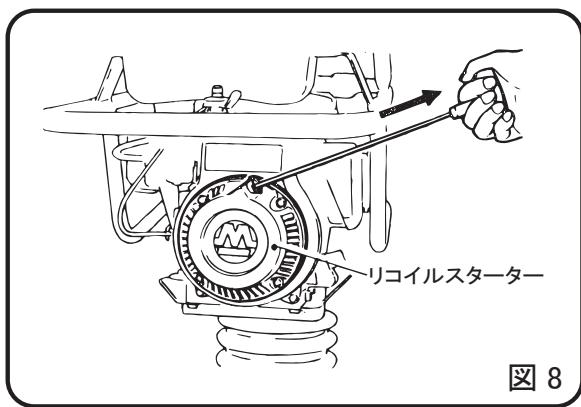

図8
- 4 リコイルスターの把手を握り、少し引くと軽く手ごたえがあります。そこから勢い良く引張って下さい。把手を放す時は引張った位置で放さずに、必ずスターターケースの口元までゆっくり戻してから放して下さい。（図8）